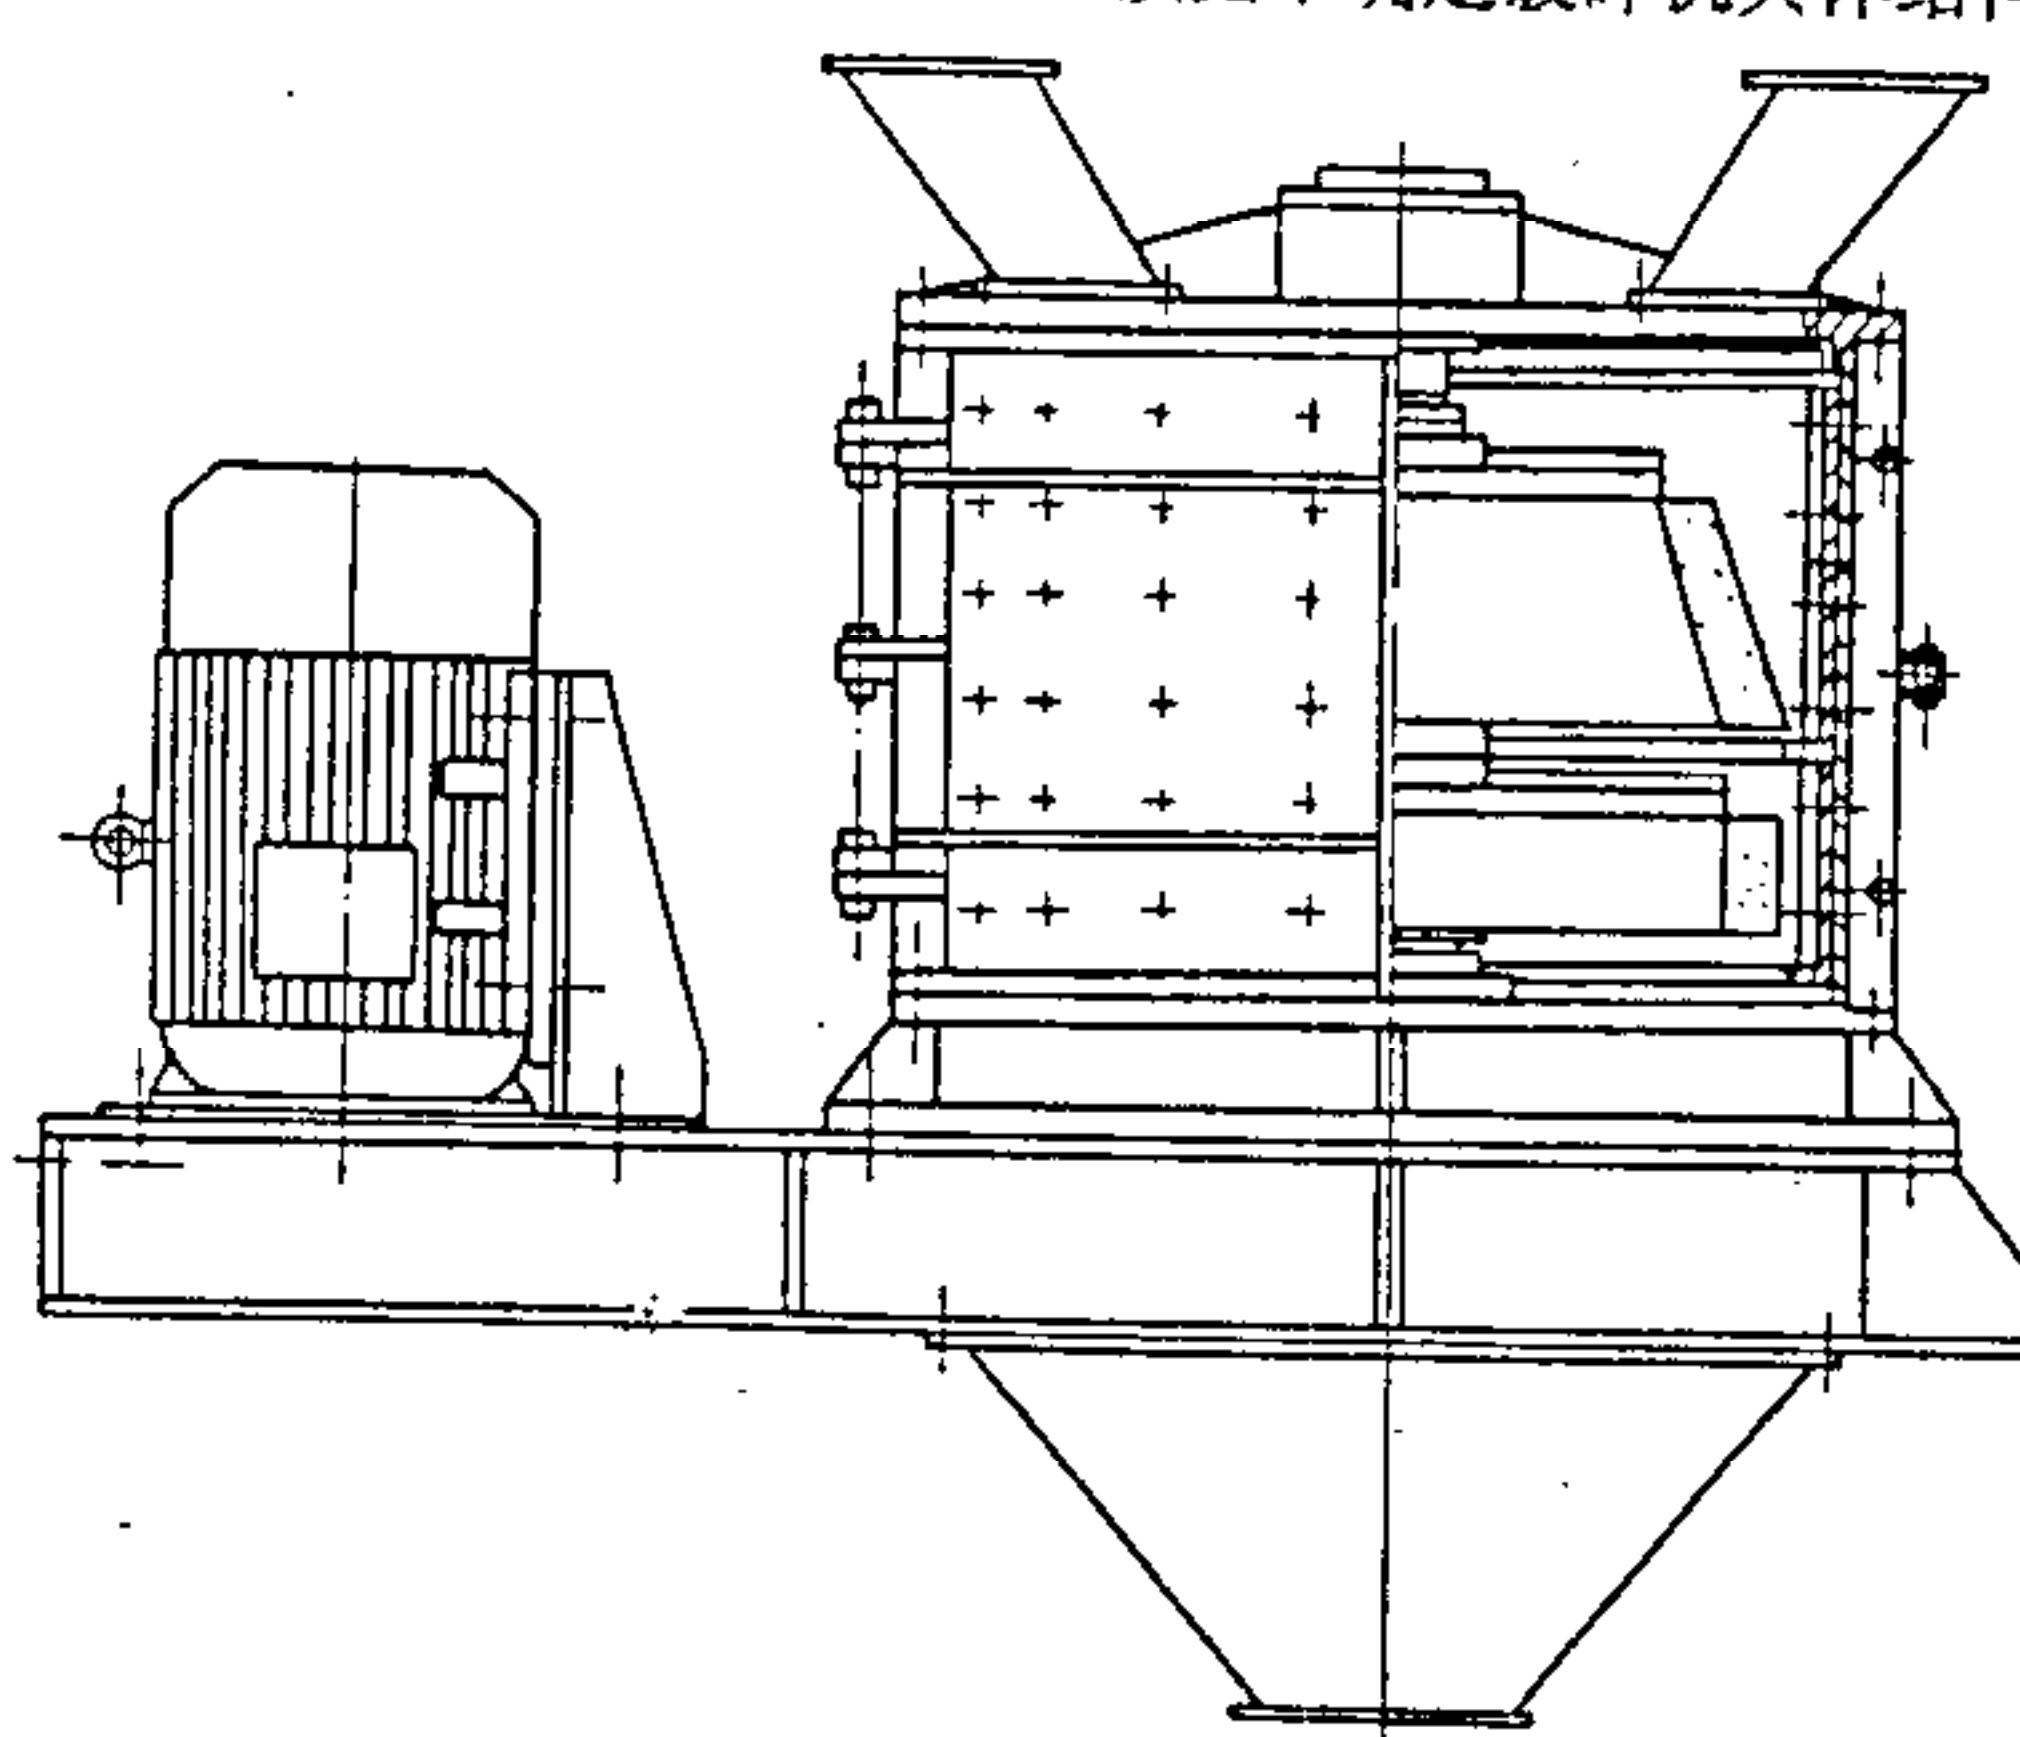

图 1
3.1 破碎机的型式为立式多级转子破碎机，见图1，该图不确定破碎机具体结构。